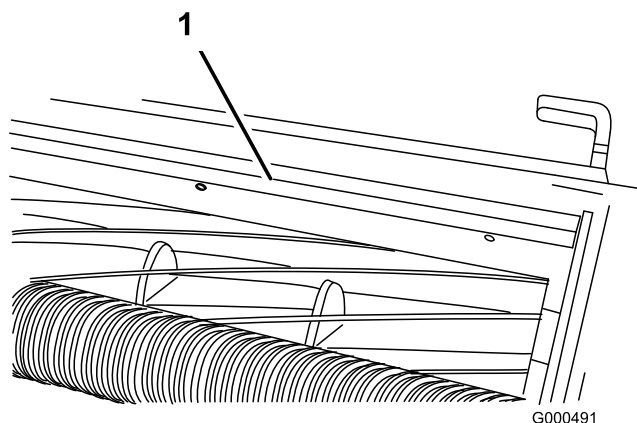

Figure 18
1. Desserrez les vis de fixation de la barre supérieure (Figure 18) au plateau de coupe.